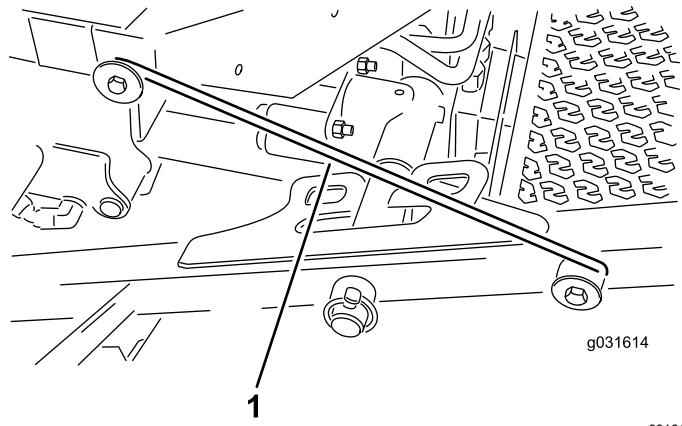

图 32
4. 从承载架固定器上松开闩锁杆 图 32。
5. 提升前滚刀组的外侧并将闩锁放置到安装在操作员平台前部的机架销上 图 32。